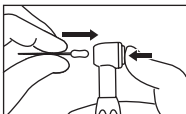

Fig. 2
- Instrument in die Spannvorrichtung einführen (Abb. 2) und Druckknopf loslassen.